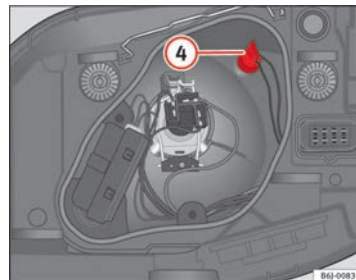

Fig. 147 Luz de posición
- Extraiga el portalámparas ④ ⇒ fig. 147 hacia fuera.